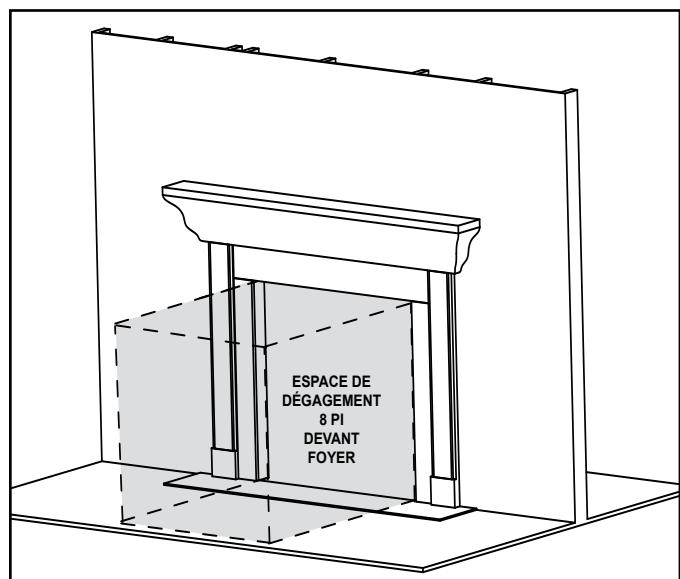

Figure 3.1 Exigences de dégagement – tous les modèles
**AVERTISSEMENT! NE PAS** placer d'objets inflammables devant le foyer ou de manière à recouvrir les ailettes. Des températures élevées peuvent provoquer un incendie. Voir la figure 3.1.